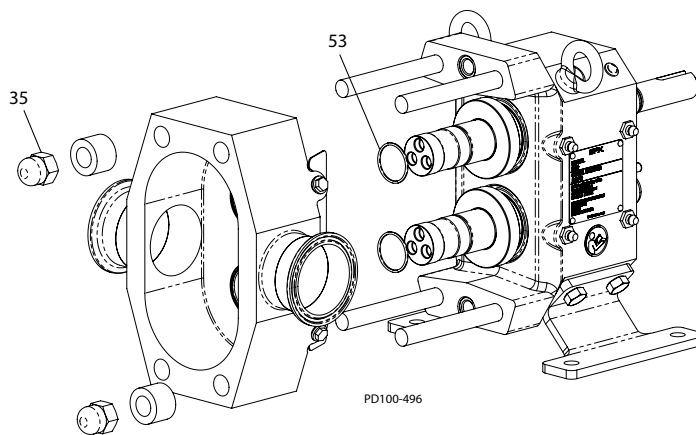

Figura 54 - Instalação do Corpo
1. Instale os anéis em O da vedação da cabeça do rotor (Figura 54, item 53) na ranhura de cada eixo.
3. Fixe o corpo à caixa de engrenagem usando dois espaçadores e porcas de aperto (item 35) nos cantos opostos do corpo. Veja Tabela 7 para as dimensões nominais necessárias para os espaçadores.